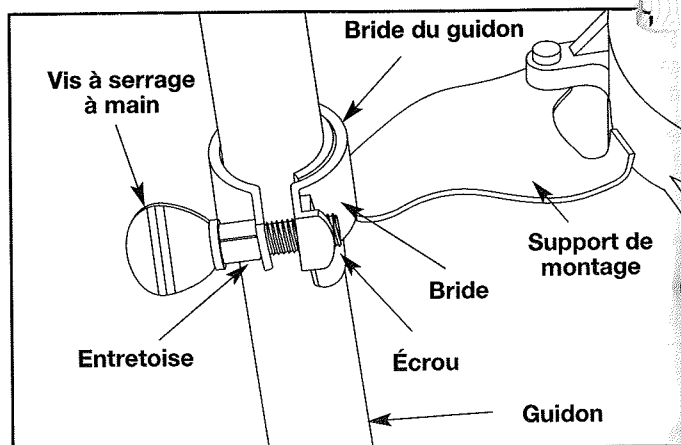

Fig. 6
5. Glissez les deux (2) brides du guidon vers le bas pour les passer par-dessus les supports de montage (Fig. 6).
6. Centrez le guidon et serrez les deux (2) brides et leurs quatre (4) vis uniformément jusqu'à ce que le guidon soit bien fixé. (Fig. 6 et 7).